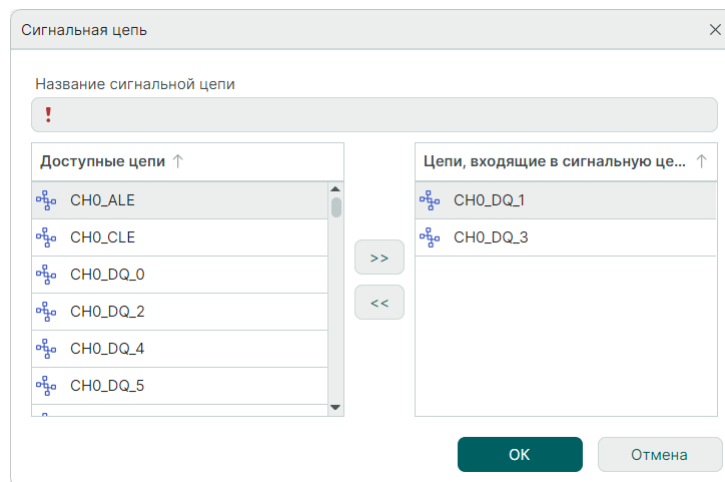

Рис. 356 Назначение сигнальной цепи
3. В окне «Сигнальная цепь» в списке «Цепи, входящие в сигнальную цепь» отображаются предопределенные цепи, см. Рис. 356.